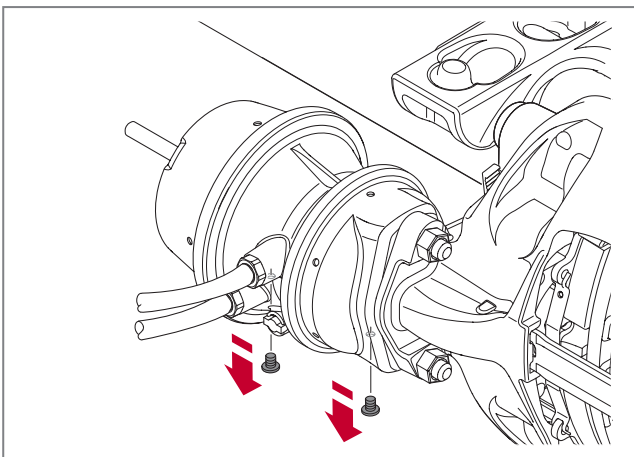

Abb. 47 - Entlüftungsstopfen entfernen
7. Entfernen Sie den nach unten weisenden Entlüftungsstopfen vom Bremszylindergehäuse, siehe ► Abb. 47. Wiederholen Sie diesen Vorgang ggf. am Federspeicherbremszylinder.